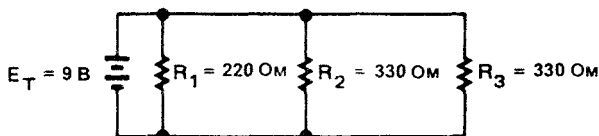

Рис. 7-5.
5. Какая мощность выделяется на каждом резисторе в цепи, изображенной на рис. 7-5?